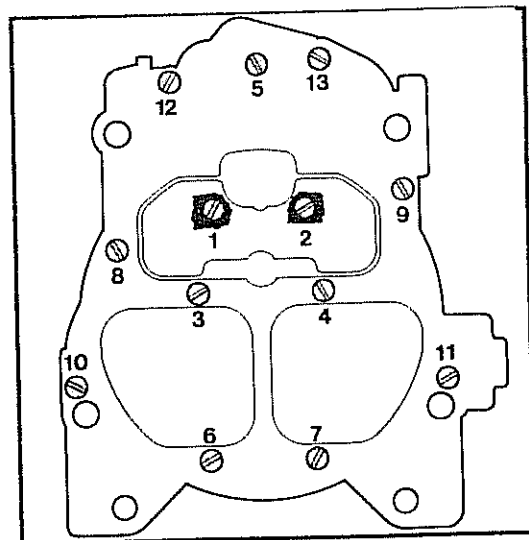

Abb. 2-110 Reihenfolge des Anziehens der Schrauben am Vergaserdeckel
-Zwei lange Befestigungsschrauben des Vergaserdeckels ansetzen. Neuen kurze Schrauben und Sicherungsscheiben sowie zwei Senkkopfschrauben neben den Austrittsrohren des Vergasers anbringen. Leitblech der zweiten Vergaserstufe unter Schrauben Nr. 3 und 4 anbringen. Alle Schrauben gleichmäßig anziehen. Hierbei Reihenfolge, wie in Abb. 2-110 angegeben befolgen.